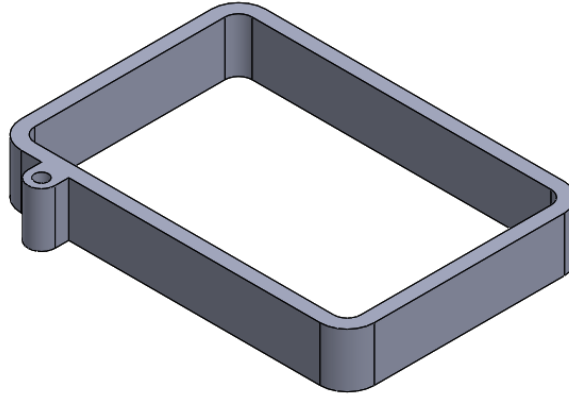

Ilustración 66
Paso 1: Extruir la siguiente figura (ver ilustración 66), se selecciona la operación